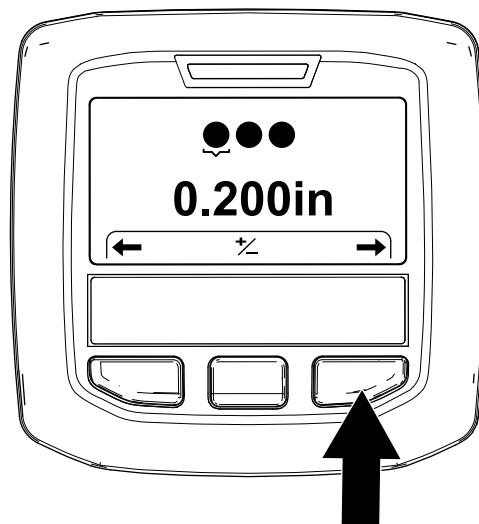

Figure 49
5. Appuyez sur le bouton droit de l'InfoCenter pour afficher l'écran Setting the Tine Diameter (réglage du diamètre des louchets) (Figure 49).